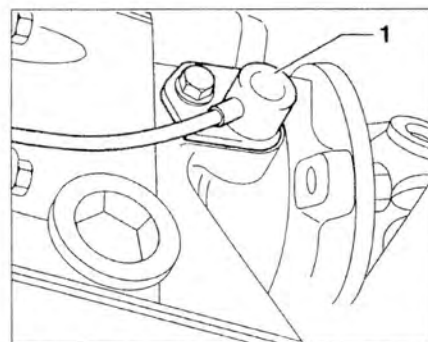

Рис. 4.9. Отсоедините датчик скорости 1.
19. Отсоедините датчик скорости 1 (рис. 4.9).